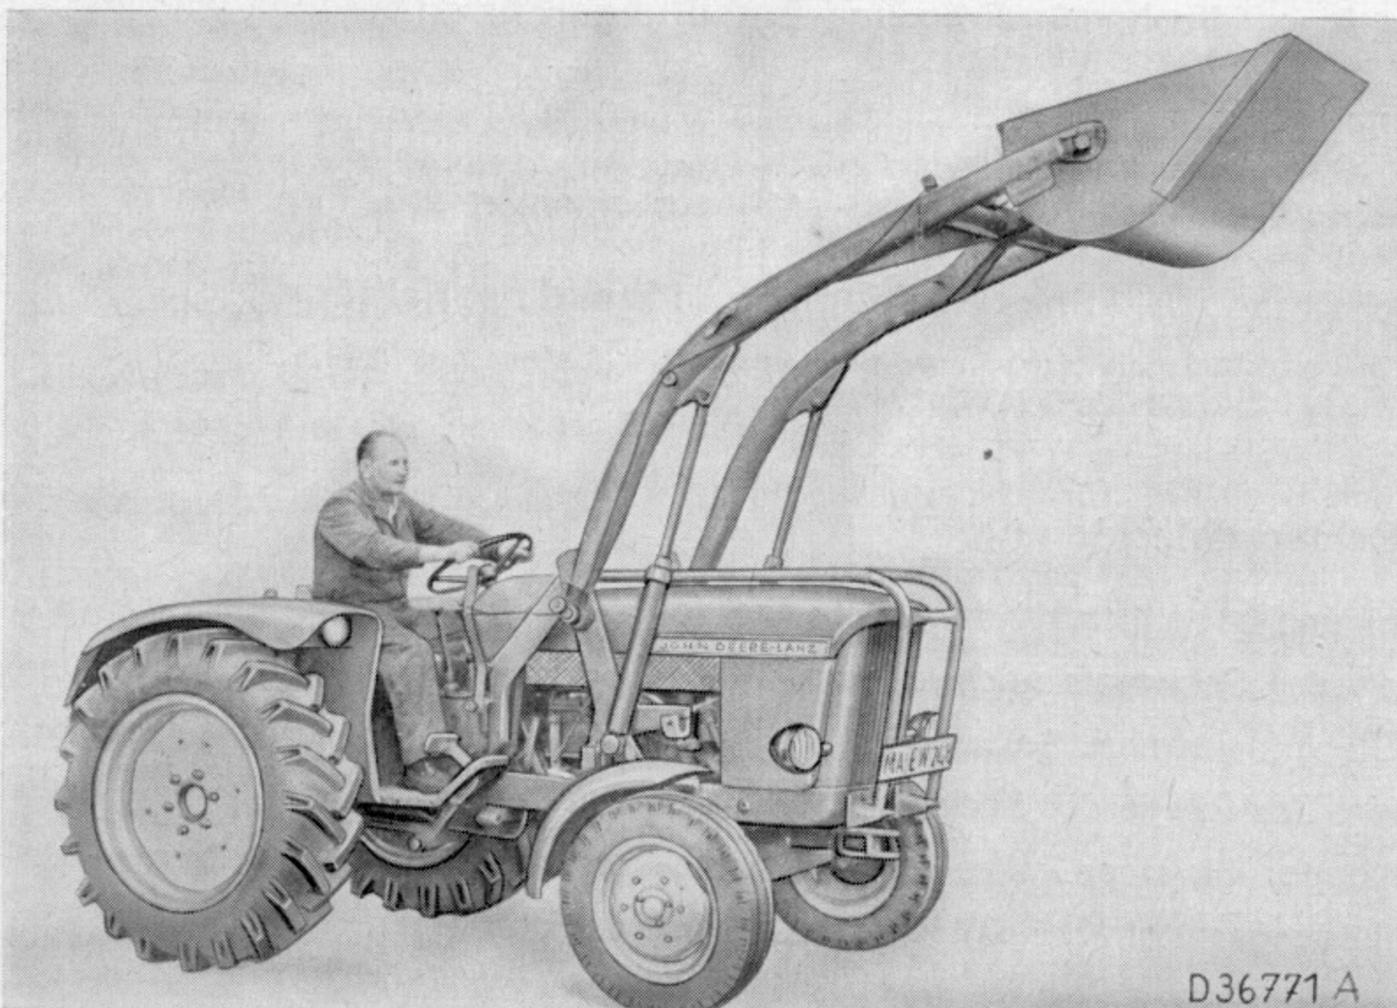

Bild 250.
2. Frontlader Nr. 50 — Schwingenlänge (von Vorderkante Schlepper bis Schaufeldrehpunkt) = 2375 mm, Fahrlast = 400 kg, Hublast = 530 kg, Hubhöhe = 2730 mm, Losreißkraft = 900 kg (dazu Gegengewicht 500 kg an Dreipunktaufhängung) mit Arbeitsgeräten wie Erdschaufel, Stalldunggabel usw. nach Wahl (Bild 250).